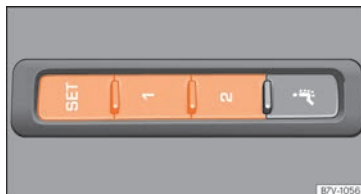

Fig. 136 Teclas de memoria en la parte exterior del asiento del conductor.
- Pulse la tecla **SET** durante más de 1 segundo »» **fig. 136.**
- Mantenga pulsada la tecla  »» fig. 136.